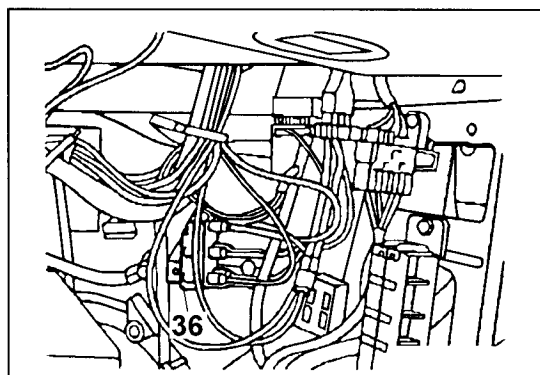

图 9-4-9 真空阀总成(36)
2. 拆开并塞住真空阀总成 36(见图 9-4-9)的连接 5(见图 9-3-13)。